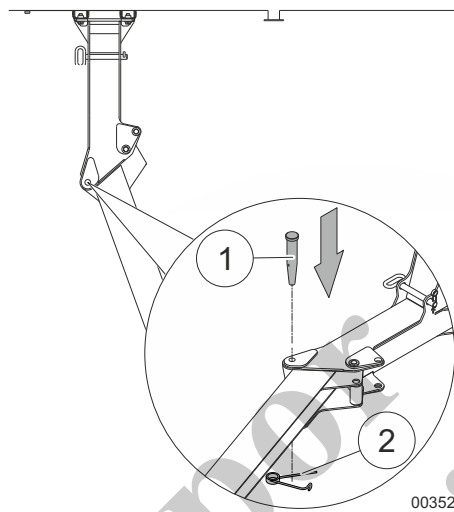

Fig. 146 Empernado de la rampa
- 13 Inserte y sujete firmemente el perno (1, Fig. 146) en la rampa y sujételo firmemente con el resorte de retención (2, Fig. 146).